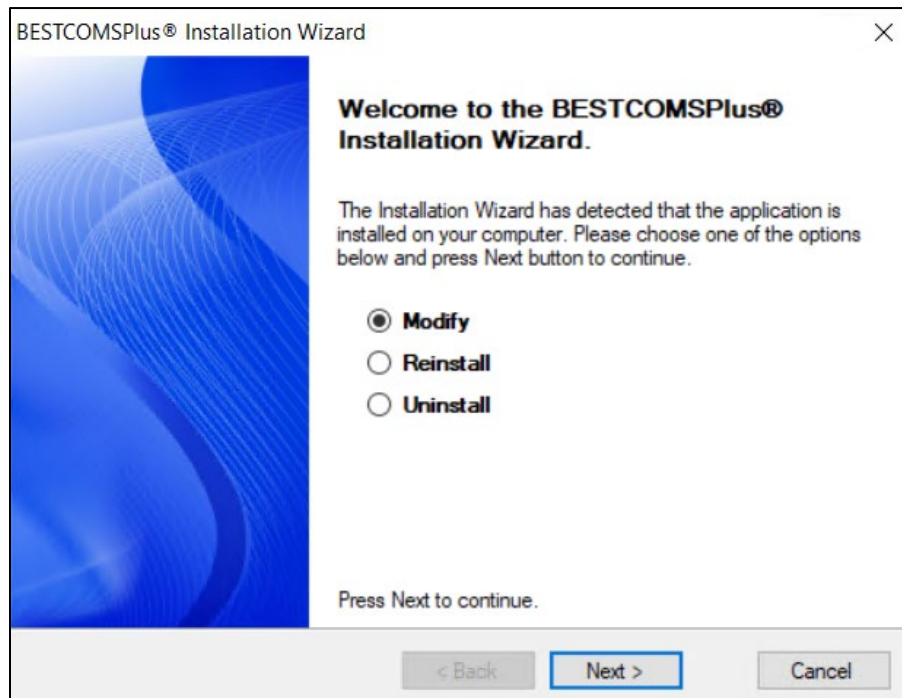
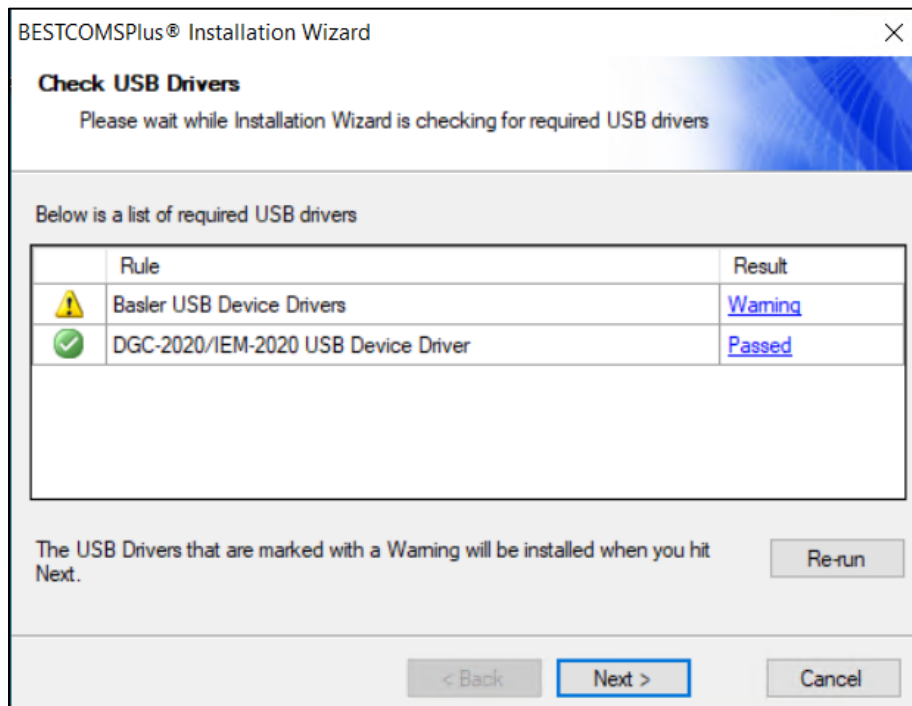

Figura 62-1. Asistente de instalación BESTCOMSPPlus
Figura 62-2. Compruebe la pantalla de los controladores USB
Paso 1. Cierre todos los programas y reinicie el equipo. Ejecute el instalador BESTCOMSPPlus y seleccione Modificar para completar la instalación. Consulte la Figura 62-1 y la Figura 62-2.